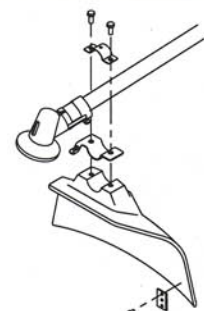

Рис. 6
4. Установка защиты режущего оборудования (Рис. 6)